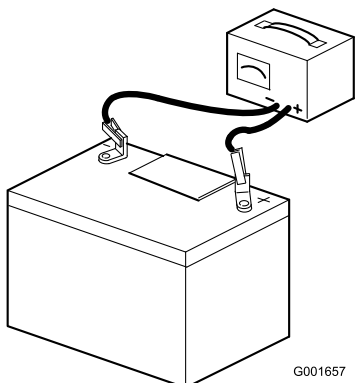

図 7
7. 充電器に接続し、充電電流を 3～4 A にセットする（図 7）。3～4 A で 4～8 時間充電する。